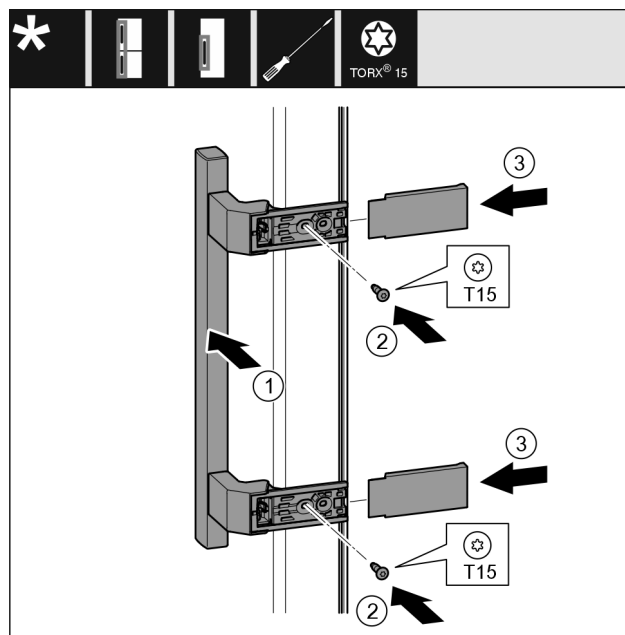

Fig. 23
- Postavite ručku Fig. 23 (1) na suprotnu stranu.
- Odvijačem pritegnite vijke Fig. 23 (2).
- Postavite poklopce Fig. 23 (3) bočno i natakните ih.